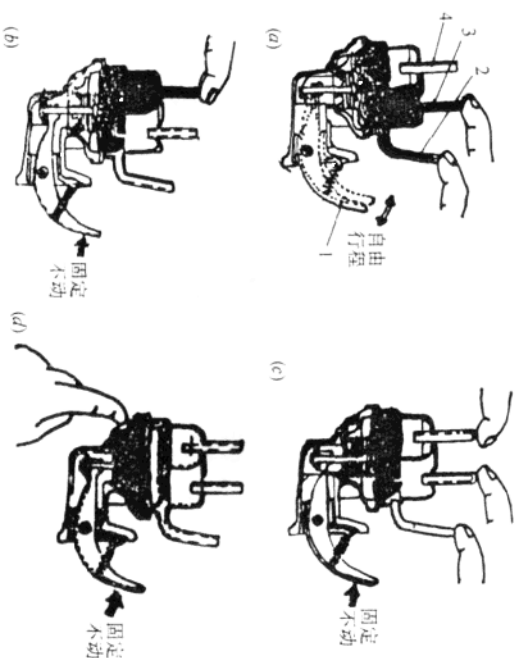

图 1-19 检查汽油泵示意图
(9) (图 1-19) 为检测判断 Y 系列汽车汽油泵故障示意图 (图中黑色标记表示汽油充满位置)。在检测前先将汽油泵内泵入一些汽油, 以排除油泵空腔内空气并保持阀门油封紧密密封。
①检查进油阀 用右手食指和中指堵塞出油管和回油管 (YS 除外, 见图 a)。检查摇臂 1 是否有自由行程 (无回弹力)。否则可判断为密封不良。
②检查出油阀 用左手食指堵塞进油管 4 (见图 b), 用右手推动摇臂 1 是固定不动 (无自由行程)。否则可判断为出油阀